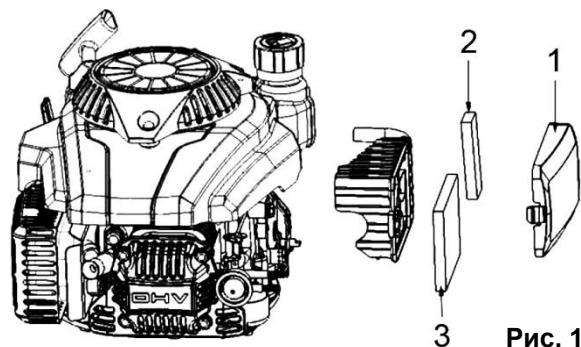

Рис. 11
- Снимите крышку воздушного фильтра (1) (См. Рис.11), нажав на ее боковые стороны.
- Извлеките поролоновый фильтрующий элемент (2,3) (См. Рис.11).